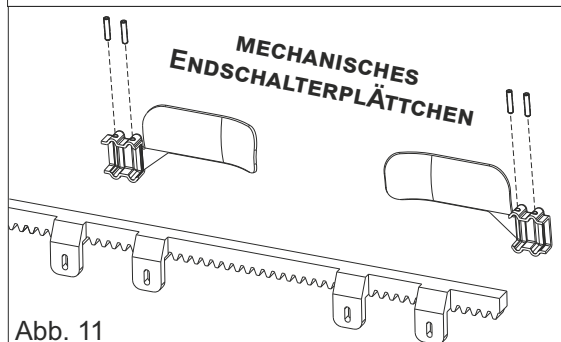
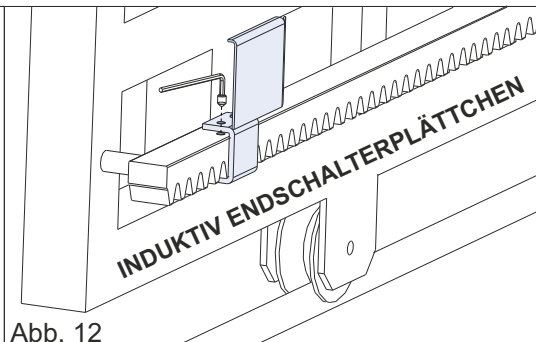
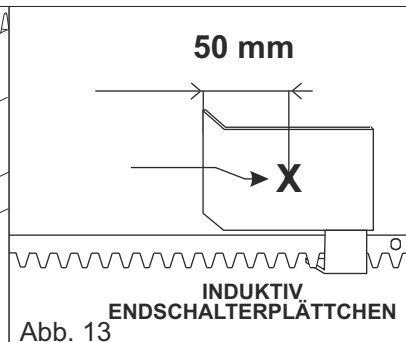
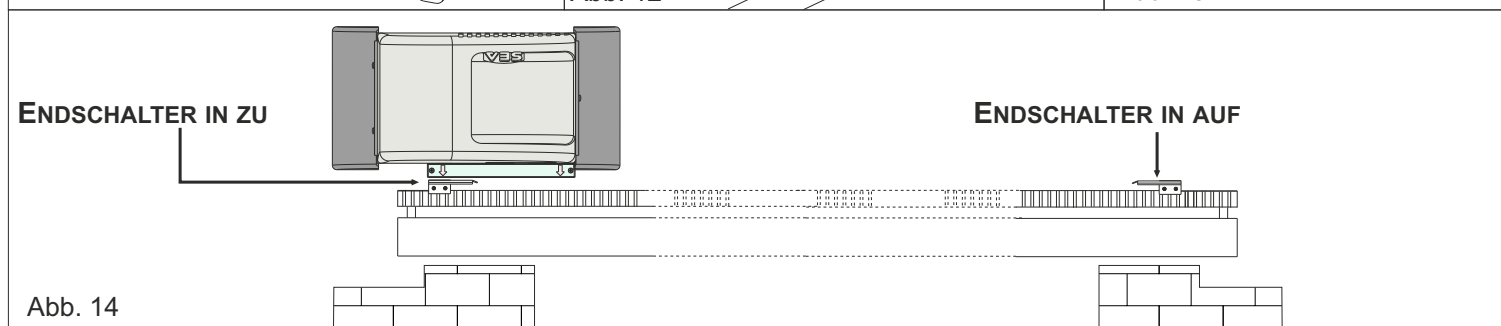

Abb. 11
Abb. 12
Abb. 13
Abb. 14
- **MECHANISCHER ENDSCHALTER:** Bringen Sie das Plättchen (Abb. 11) auf die gewünschte Endschalterposition (Abb. 14) auf der Zahnstange. Befestigen Sie das Plättchen mit den mitgelieferten Schrauben an der Zahnstange.
- **INDUKTIVENDSCHALTER:** Bringen Sie das Plättchen (Abb. 12) auf die gewünschte Endschalterposition (Abb. 14) auf der Zahnstange. Befestigen Sie das Plättchen mit den mitgelieferten Schrauben an der Zahnstange. Bringen Sie das Öffnungsblech des induktiven Endschalters (angezeigt durch einen Pfeil auf dem Endschalter) auf den Punkt «X» auf dem Plättchen (50 mm von der geknickten Seite - Abb. 13)
- **MECHANISCHER ENDSCHALTER:** Bringen Sie das Plättchen (Abb.11) auf der Zahnstange in die gewünschte Endschalterposition (Abb.14) .Befestigen Sie das Plättchen mit den mitgelieferten Schrauben an der Zahnstang.
- **INDUKTIVER ENDSCHALTER:** Bringen Sie das Plättchen (Abb.12) auf die gewünschte Endschalterposition (Abb.14) auf der Zahnstange. Befestigen Sie das Plättchen mit den mitgelieferten Schrauben an der Zahnstange. Positionieren Sie das Öffnungsblech des induktiven Endschalters (angezeigt durch einen Pfeil auf dem Endschalter) auf dem Punkt «X» auf dem Plättchen (50 mm von der geknickten Seite - Abb.13)